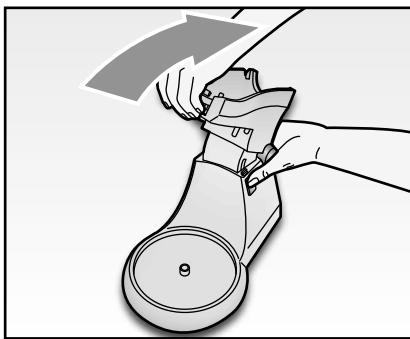

Fig. 4
- Appoggiare il supporto (C) su di una superficie piana e stabile.
- Premere il pulsante di inclinazione braccio (B) e contemporaneamente sollevare il braccio del supporto (C) verso l'alto (Fig. 4).